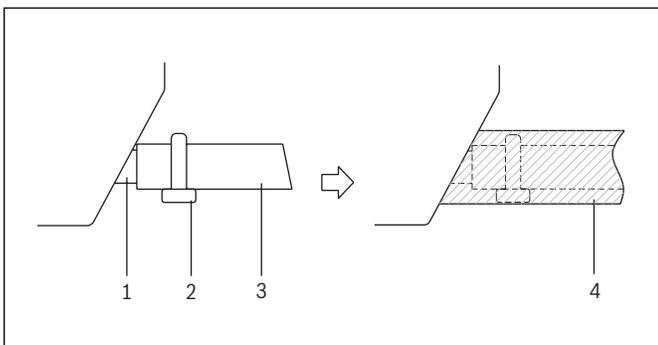

Figura 15
- ▶ Envuelva el aislamiento (suministrado en campo) sobre la abrazadera de metal y la manguera de drenaje para aislar. Consulte la figura 15.